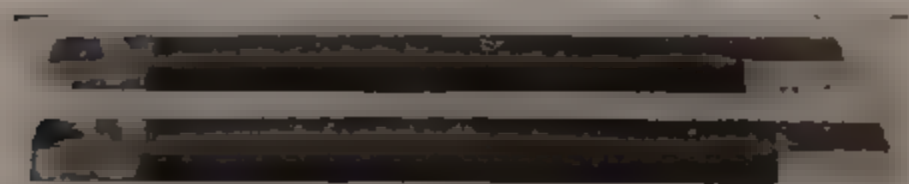

Fig. 173. — SBARRE MAGNETICHE.
**138. Nozioni sul magnetismo.** — Esistono dei pezzi di acciaio, in generale di forma allungata, che hanno la proprietà di attirare piccoli pezzi di ferro o di nichel: essi si dicono *magnetizzati* (fig. 173).